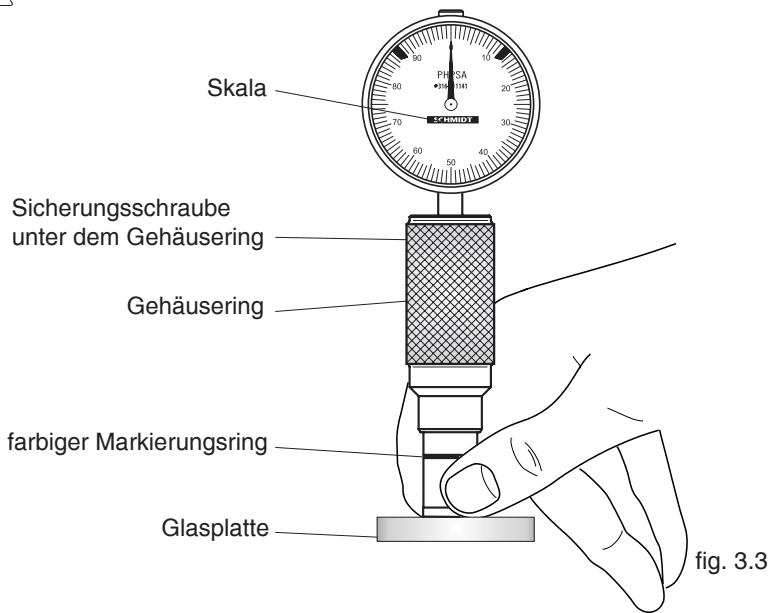

fig. 3.3
- Den Härteprüfer auf eine Glasplatte drücken (fig. 3.3). Der Skalenzeiger muss eine volle Umdrehung von Null nach Null auf der Skala ausführen.